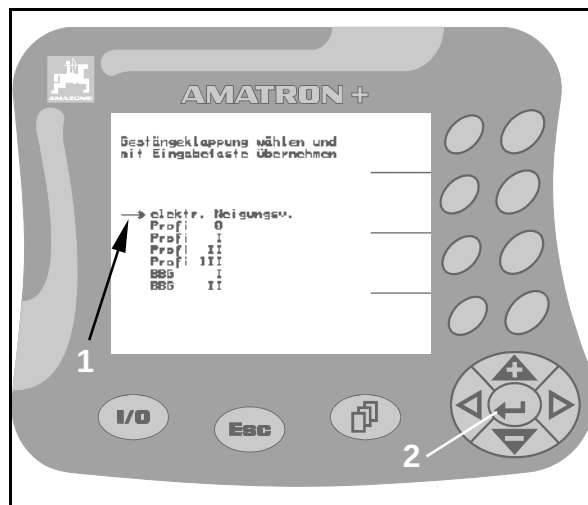

Рис. 16
1. Разместите стрелку выбора (Рис. 16/1) при помощи клавиши  или .
2. Нажмите клавишу  (Рис. 16/2), um die чтобы ввести выбранную опцию в **AMATRON⁺**.